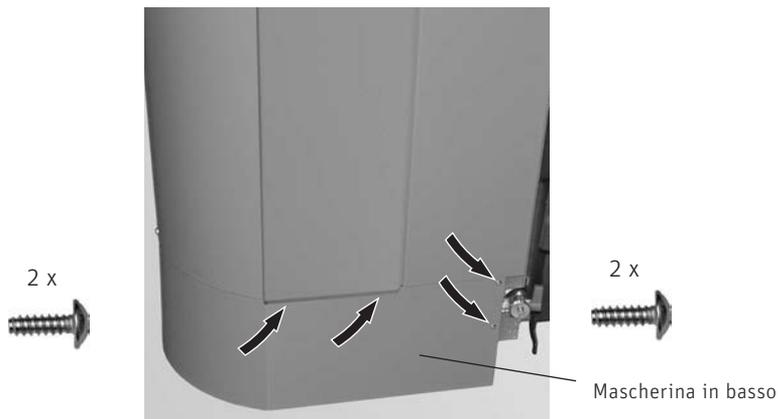

Fig. 73 Montare la mascherina inferiore per la stiva (solo BioWIN Klassik / Premium)
- Avvitare in basso la mascherina inferiore per la stiva con 4 viti autofilettanti – Fig. 73.